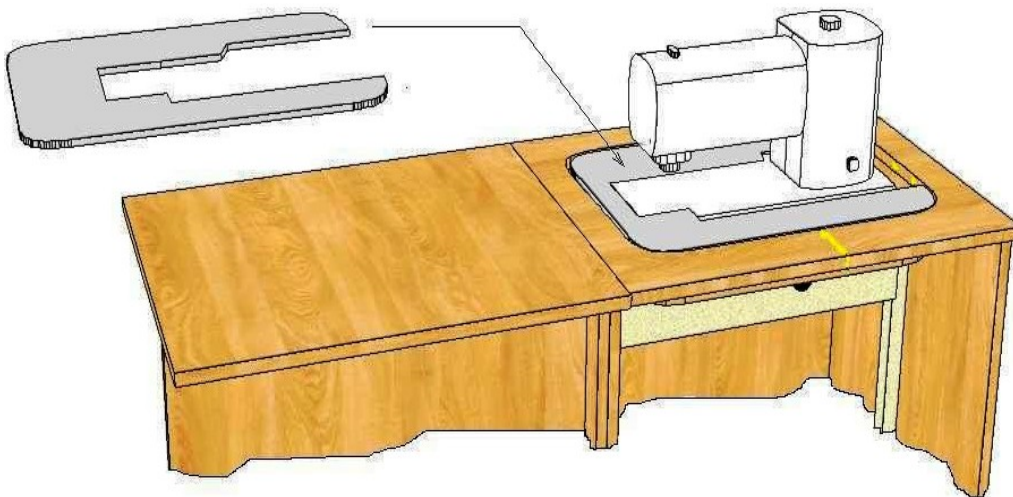

Рис.3
****Внимание! Акриловая вставка, устанавливаемая на стол при втором рабочем положении швейной машины, внесет дополнительный комфорт в Вашу работу (см. рис.3).***